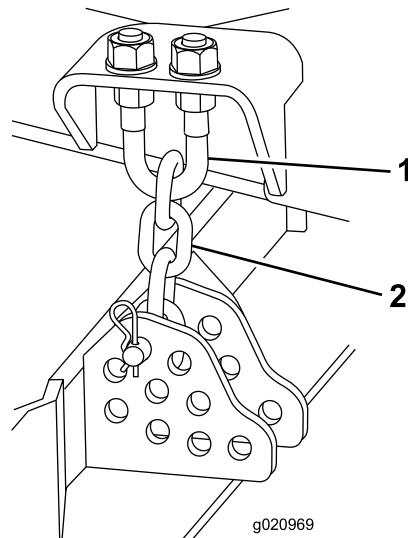

Figura 76
4. Togliete la coppiglia e il perno con testa che fissano le catene dell'altezza di taglio sul retro del piatto di taglio (Figura 76).